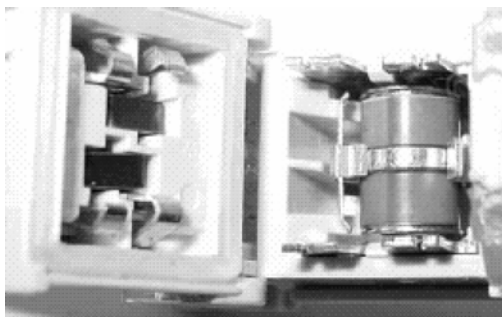

Рис. 13.16. Установка в модуль комплексной защиты по току и напряжению
13.2.9. Для комплексной защиты линии (по току и напряжению) в соединитель МХ 2000РР с помощью пинцета следует установить в два гнезда в откидной крышке два позистора (рис. 13.16).